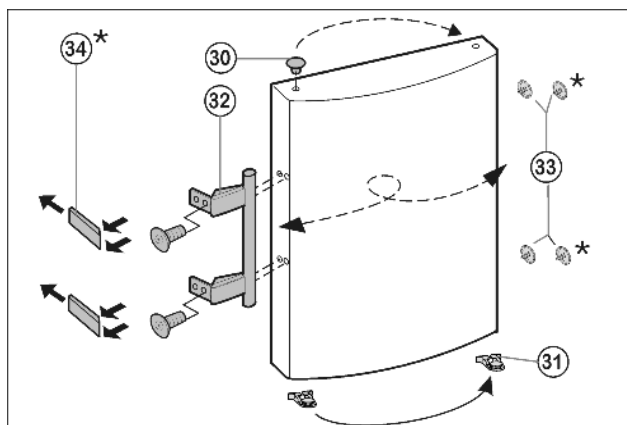

Fig. 8
- ▶ Извлеките пробку Fig. 8 (33) из опорной втулки дверцы и переставьте.
- ▶ Снимите и переставьте на противоположную сторону дверную ручку Fig. 8 (32), пробку Fig. 8 (33) и прижимные пластины\* Fig. 8 (34).